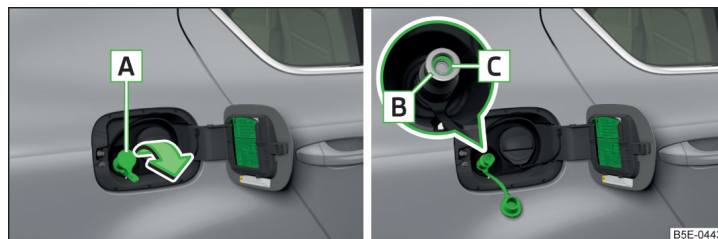

Fig. 313 Tubulure de remplissage pour gaz naturel
- Retirez le cache **A** » fig. 313 dans le sens de la flèche et insérez le tuyau de remplissage du distributeur d'approvisionnement dans la tubulure de remplissage **B**.
- Vérifiez que la bague d'étanchéité **C** » fig. 313 est restée dans la tubulure de remplissage **B**. Si celle-ci a glissé sur l'accouplement de remplissage, il faut la remettre en place dans la tubulure de remplissage.